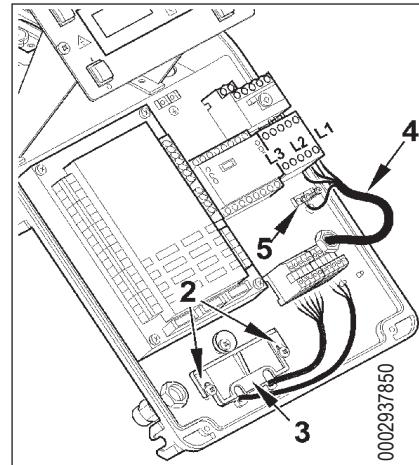

图2
- 拧松螺丝(2)，取下压板(3)后，将辅助电缆和调温线路电缆孔中间穿过。图2将电源(4)与接触器连接，固定接地电缆(5)，锁紧相应的线缆固定头。